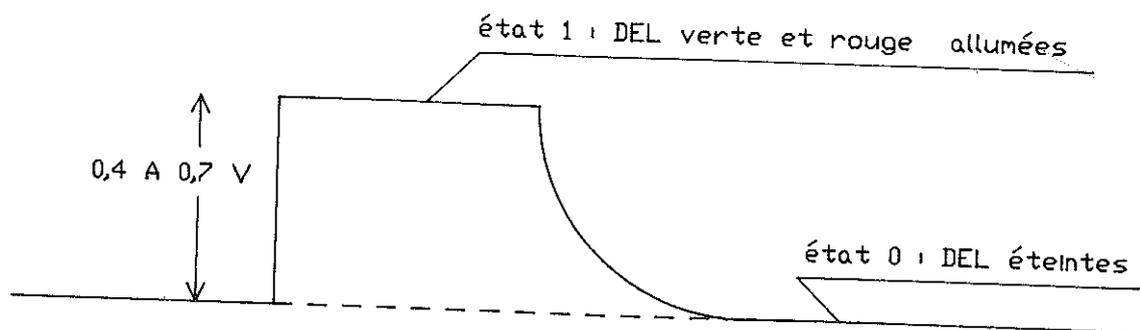

figure 11 : Oscillogramme correspondant à la commutation rapide pour passer de l'état logique 0 à l'état 1.
- la figure 11 montre l'aspect du signal détecté à l'oscilloscope lorsqu'on bascule rapidement l'interrupteur (M-A) du boîtier émetteur.